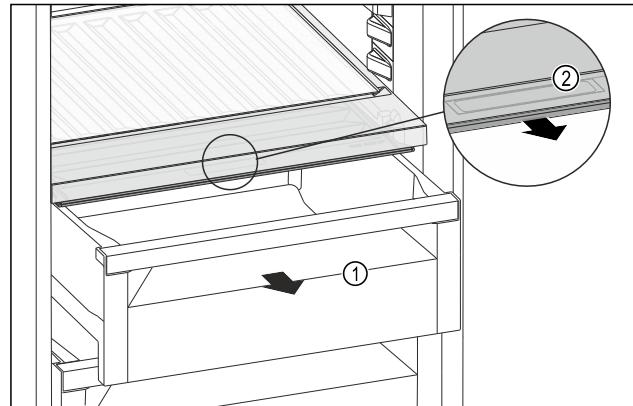

Fig. 170
- Извлеките выдвижной ящик Fig. 170 (1).
- Возьмитесь за утопленную ручку Fig. 170 (2) на крышке отделения и одновременно потяните крышку отделения вперед.